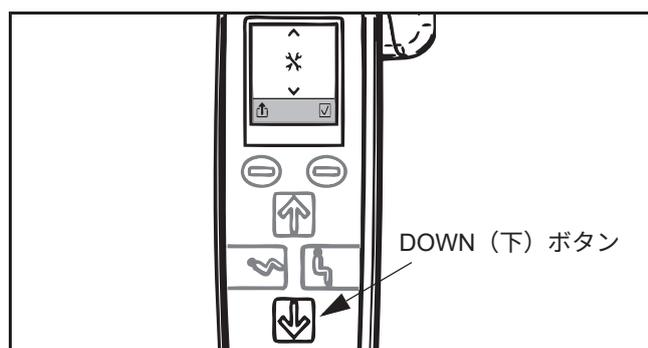

図 62
- 3) 「スケール」ボタンを押してスケールをゼロに設定します。ここで表示部はゼロ重量を表示します（図 62 を参照）。